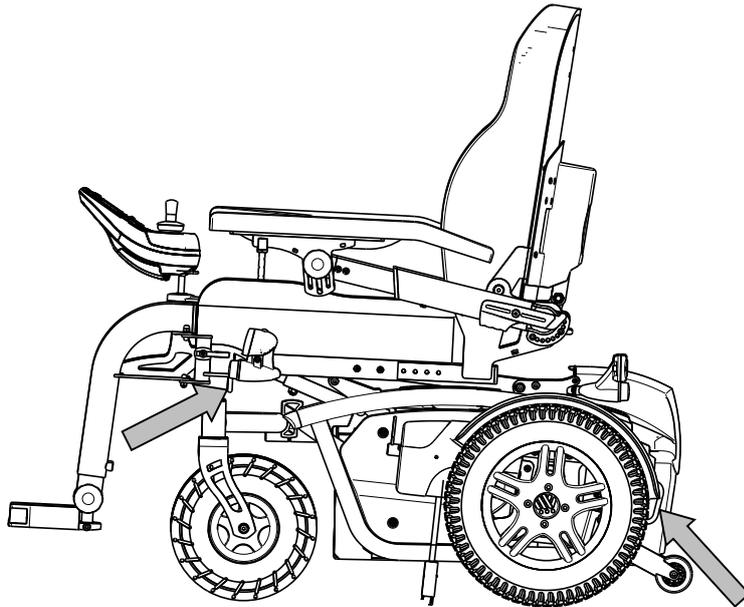

Figura 3
7. Monte las correas de sujeción frontal de acuerdo a las instrucciones del fabricante del sistema de la correa en el lugar indicado (figura 3). Este lugar está marcado en la silla de ruedas con un símbolo (figura 4).
10. Monte las correas de sujeción traseras de acuerdo con las instrucciones del fabricante del sistema de correas en el lugar indicado (figura 3).